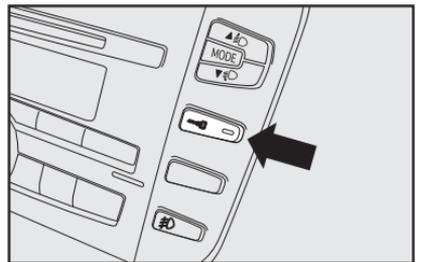

fig. 4
- botão **fig. 4** de travamento/destravamento das portas situado no mostrador central.